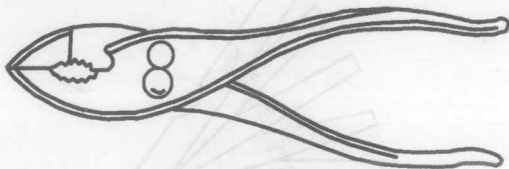

图 1-10 鲤鱼钳
3. 鲤鱼钳 如图 1-10 所示,鲤鱼钳是用来夹持扁形或圆柱形工作物的,它有两挡尺寸,可以放大或缩小使用,鲤鱼钳的规格有 165mm 和 200mm 两种。